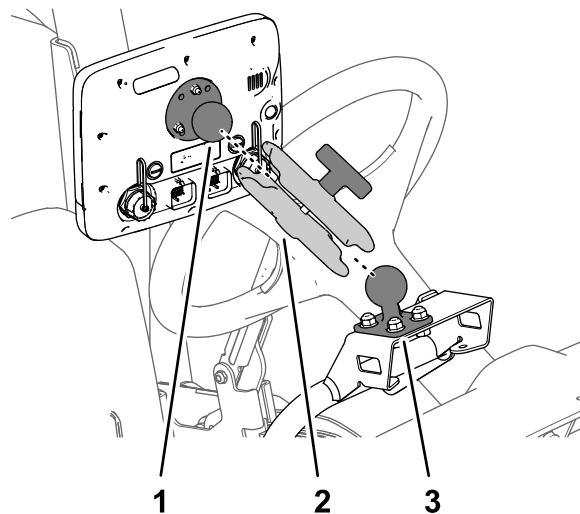

Figura 164
- Conecte la bola del monitor y el soporte de bola de la máquina al brazo del monitor (**Figura 164**).
- Ajuste el monitor de manera que quede visible desde la posición del operador de la máquina, y apriete el pomo del brazo del monitor a mano (**Figura 164**).